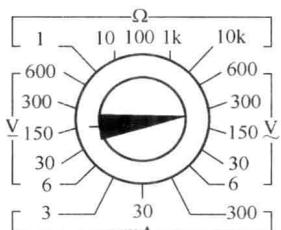

图 1-8 交流电压测量挡示意图
(2) 测量交流电压的功能。主要测量 220V 交流市电电压和电源变压器二次绕组输出电压。万用表转换开关置于交流电压挡，即“ V ”挡，如图 1-8 所示。这一测量挡有许多挡位，测量不同大小的交流电压时使用不同挡位，通过转换开关进行挡位的转换。